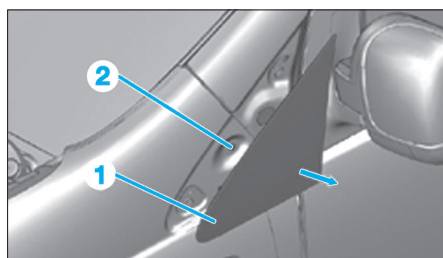

Fig. 86
- Dégrafer l'enjoliver (1) (Fig.86).
- Déposer la vis (2).